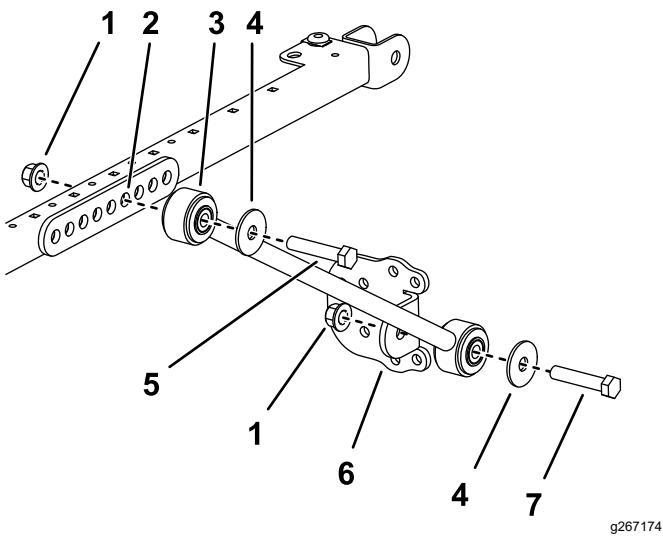

Figura 48
5. Su ciascun lato del telaio del parasole montate, senza serrarla, una biella sul quarto foro del supporto di montaggio dell'ancoraggio con 2 bulloni ($\frac{1}{2}$ " x $2\frac{3}{4}$ ") e 2 dadi flangiati ($\frac{1}{2}$ "), come illustrato nella Figura 48.
6. Montate, senza serrarla, una staffa di ancoraggio su ciascun supporto di ancoraggio con un bullone ($\frac{1}{2}$ " x $2\frac{1}{2}$ "), una rondella ($\frac{1}{2}$ ") e un dado flangiato ($\frac{1}{2}$ "), come illustrato nella Figura 48.